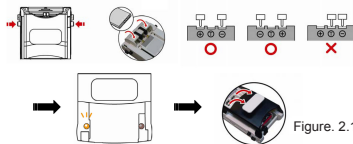

Figure. 2.1
- 2.2 Vérifiez la polarité en ajustant des contacteurs à ressort avec les connecteurs de charge de la batterie jusqu'à ce que le témoin DEL jaune (5) s'allume.
Ajustez les contacteurs à ressort et positionnez-les horizontalement en appuyant sur les deux côtés de la "touche de maintien de l'angle sélectionné" (4). Mettez en contact les connecteurs de charge de la batterie jusqu'à ce que le témoin DEL jaune (5) s'allume ; attachez ensuite la batterie avec le couvercle (8) (veuillez vous référer à la figure 2.1).